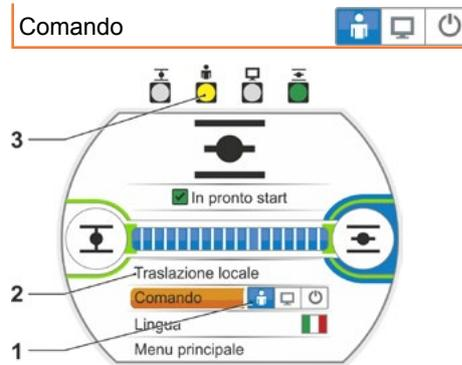

Fig. 1: Comando traslazione locale
2. Premere ripetutamente il Drive Controller finché il simbolo della modalità "LOCALE" non è attivo, fig. 1, pos. 1.